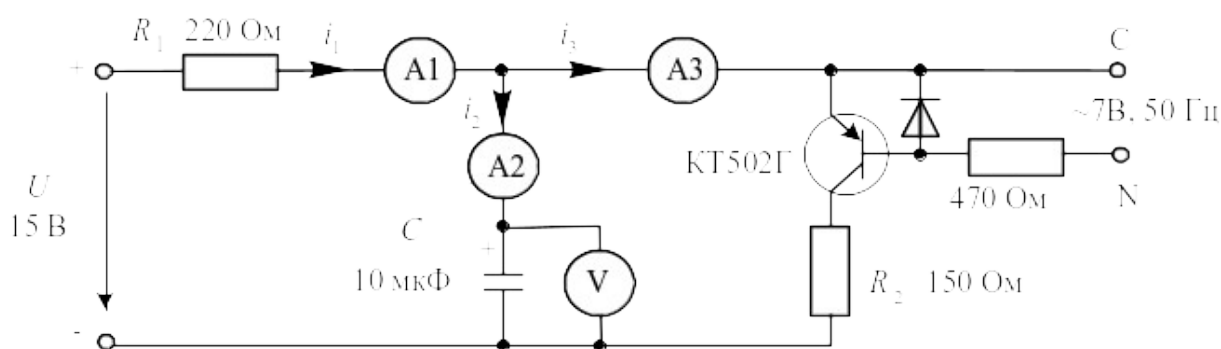

Рисунок 2 – Схема для исследования переходного процесса в цепи RC
2.1. Соберите цепь согласно схеме (рис. 2), включив в неё вместо изображенных измерительных приборов соответствующие гнёзда коннектора.